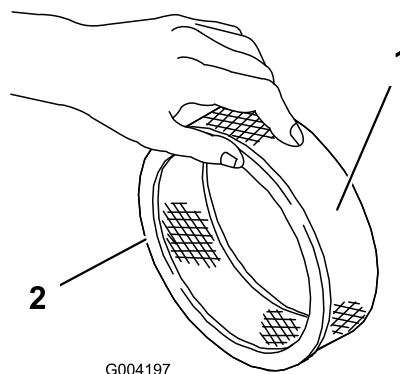

Figure 17
5. Vérifiez que l'élément en papier n'est pas déchiré ou couvert d'une pellicule grasse, et que le joint de caoutchouc n'est pas endommagé (Figure 17).
1. Glissez délicatement le préfiltre en mousse sur l'élément en papier (Figure 17).